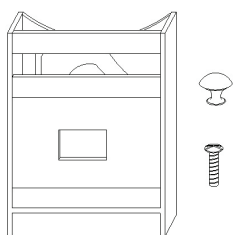

Fig. 1
1. Unpack the unit, and check out all the parts: See Fig. 1
Déballer le produit et assurez-vous que toutes les pièces sont comprises : Voir la figure 1.
1. Saque la unidad de la caja y revise que las piezas estén completas: Ver fig. 1